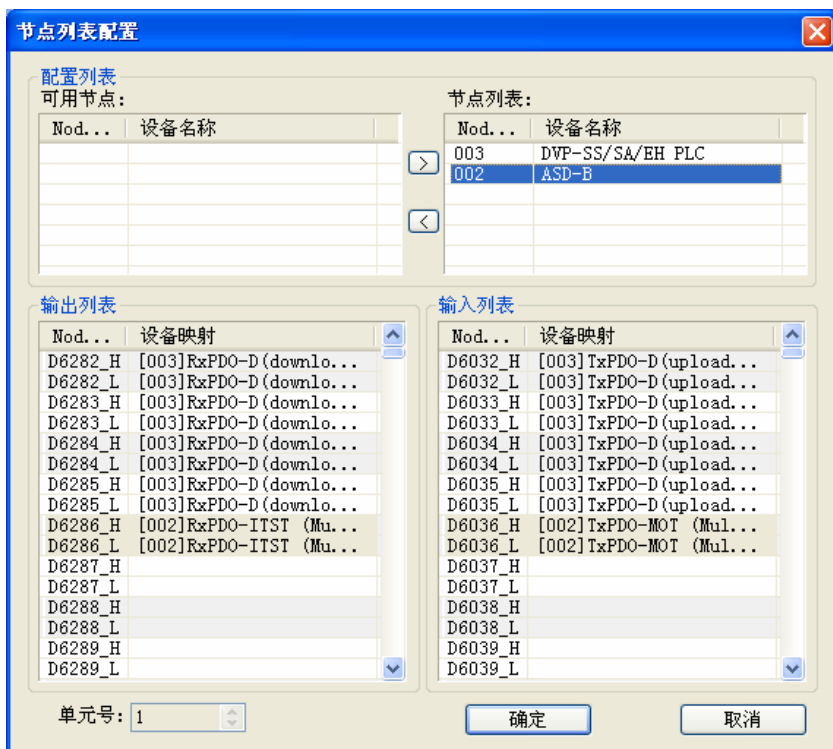

图 4-17
(3) 用同样的方法将从站 2 也加入节点列表，可以在下方的输入输出映射表中查看其 IO 数据对应到 SV 主机内的 D 寄存器地址。如图 4-17 所示。点击“确定”完成节点列表配置。